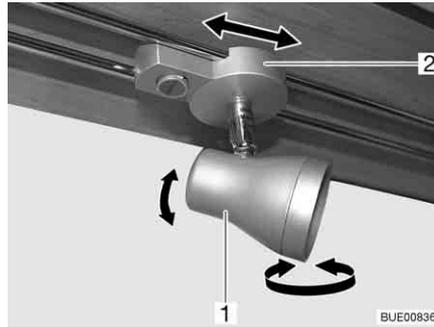

Fig. 49 Foco
**Girar:** ■ Cogér la carcasa (Fig. 49,1) y girarla.
**Desplazar:** ■ Cogér el soporte (Fig. 49,2).